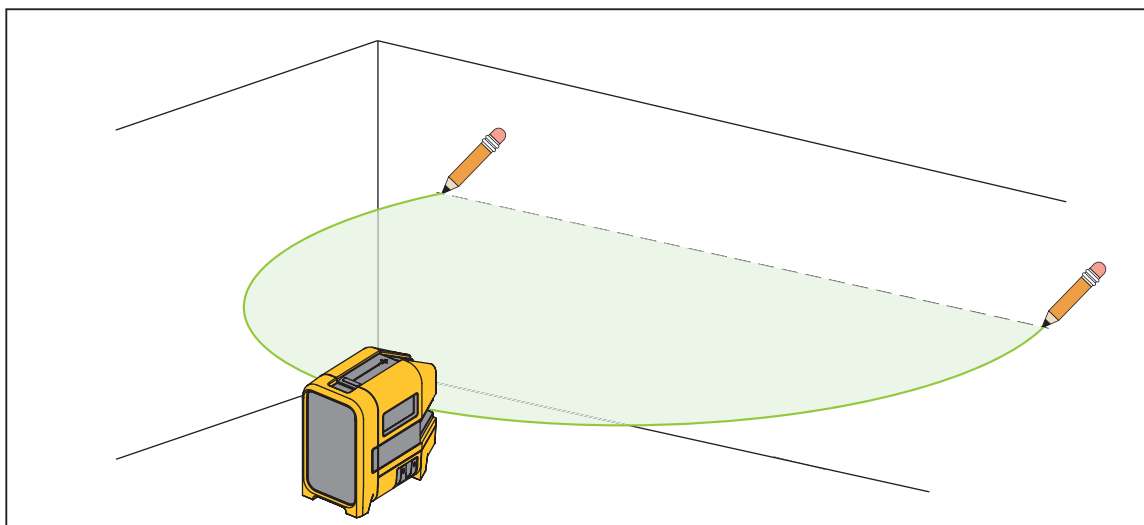

Figura 2. Nueva alineación horizontal o diagonal
2. Encienda el láser horizontal y apúntelo al área objetivo. Consulte la figura 2.